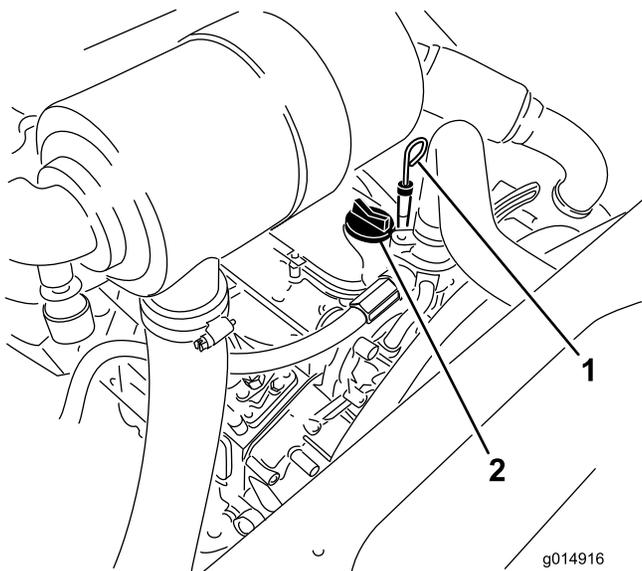

Figura 26
3. Retire a vareta, limpe-a e volte a colocá-la (Figura 26).
5. Se o nível de óleo se encontrar abaixo da marca Full (Cheio) da vareta, retire o tampão de enchimento (Figura 26) e adicione óleo até que o nível atinja a marca Full.